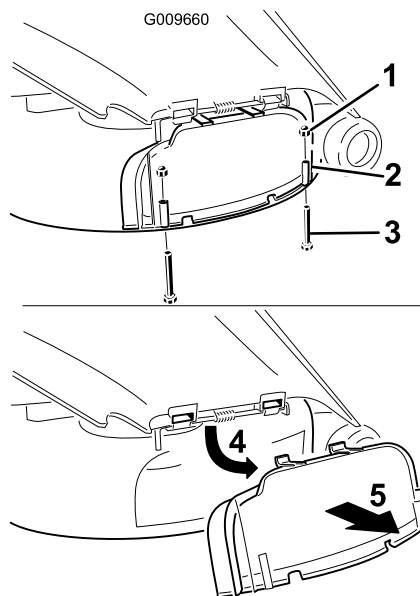

Bild 28
3. Entfernen Sie die zwei Schrauben und Muttern, mit denen die Abdeckung des Auswurfkanals am Mähwerk befestigt ist (Bild 28).